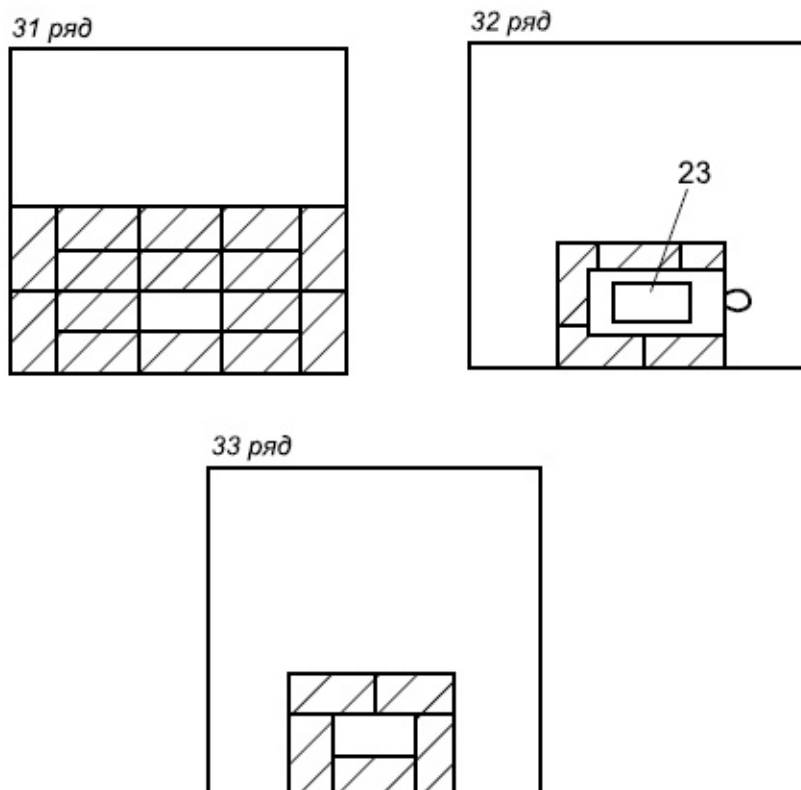

Рисунок 119 (окончание). Кладка отопительно-варочной печи с камином 23 – задвижка печи
32-й ряд – устанавливают задвижку (23) печи и перекрывают ее 33-м рядом (рис. 119).